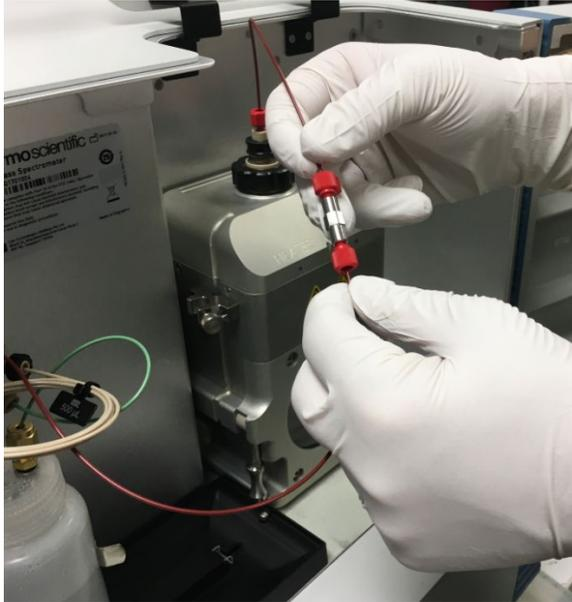
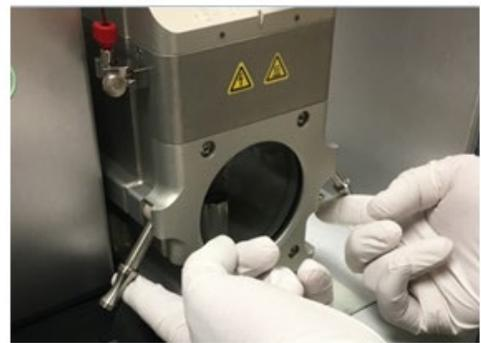

Figure 44 : Déconnexion du capillaire en PEEK de la source au niveau de la jonction de mise à la terre.
Figure 45 : Retrait de l'enceinte de la source
- 3) Retirez le raccord du capillaire en PEEK au niveau de la jonction de mise à la terre comme illustré à la Figure 44.
- 8) Retirez les capillaires en PEEK et l'enceinte de la source comme indiqué sur les *Figure 44* et *Figure 45*.